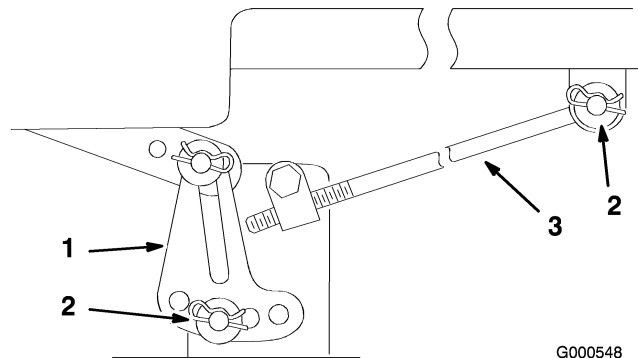

Figura 50
Nota: Antes de retirar el cortacésped, anote los taladros usados para los soportes de nivelación (Figura 50).
5. Retire el pasador de horquilla y la arandela de la varilla de ajuste (Figura 50) en cada lado del cortacésped.
6. Retire el pasador y la arandela del soporte de nivelación del cortacésped (Figura 50) en cada lado del cortacésped. Observe en qué taladro está montado el soporte para instalaciones futuras. Retire los soportes del perno de montaje.
5. Conecte la varilla de ajuste a la máquina con la arandela y el pasador de horquilla (Figura 50) en cada lado del cortacésped.
6. Deslice los soportes de nivelación sobre los pernos de montaje y fíjelos con las arandelas y los pasadores de horquilla (Figura 50).